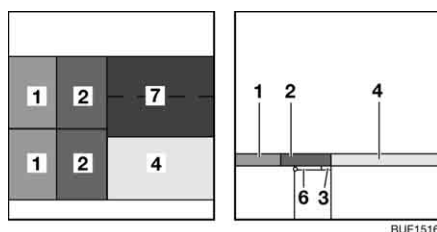

Bild 140 Efter ombyggnaden
- Lägg sittdynorna (Bild 140,2) på det uppfällda sittbänkslocket.
- Fäll upp den extra dynan (Bild 140,7) och lägg den framför sittdynan (Bild 140,4) på bordet.